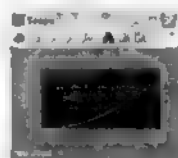

图 9.2 仿真结果
- (2) 运行仿真,在 Simulink 窗口中选择 Simulation | Start 命令,进行系统仿真。
- (3) 查看结果,如图 9.2 所示。